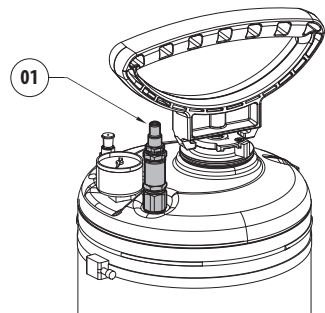

Fig. 26
Raccorder le tube d'air comprimé sur la vanne de remplissage d'air comprimé (01). Une fois la pression souhaitée générée, enlever le tube d'air comprimé. ( Fig. 26, page 17).